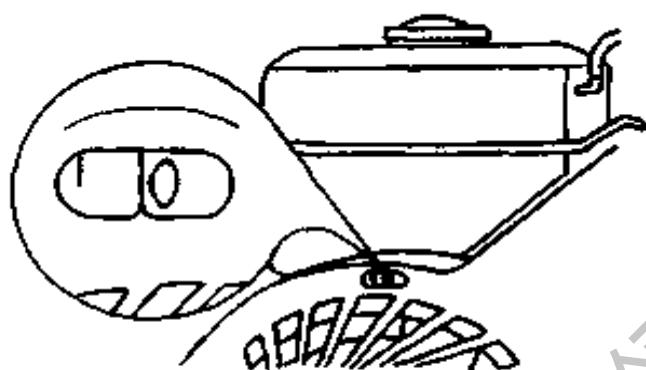

图 2-47 从检视孔见指示尖角对准飞轮刻度“0”
- (1) 拆下气门室盖；
- (2) 摆转柴油机到压缩行程上止点，此时导风罩检视孔的指示尖角应对准飞轮刻度“0”，如图 2-47 所示。